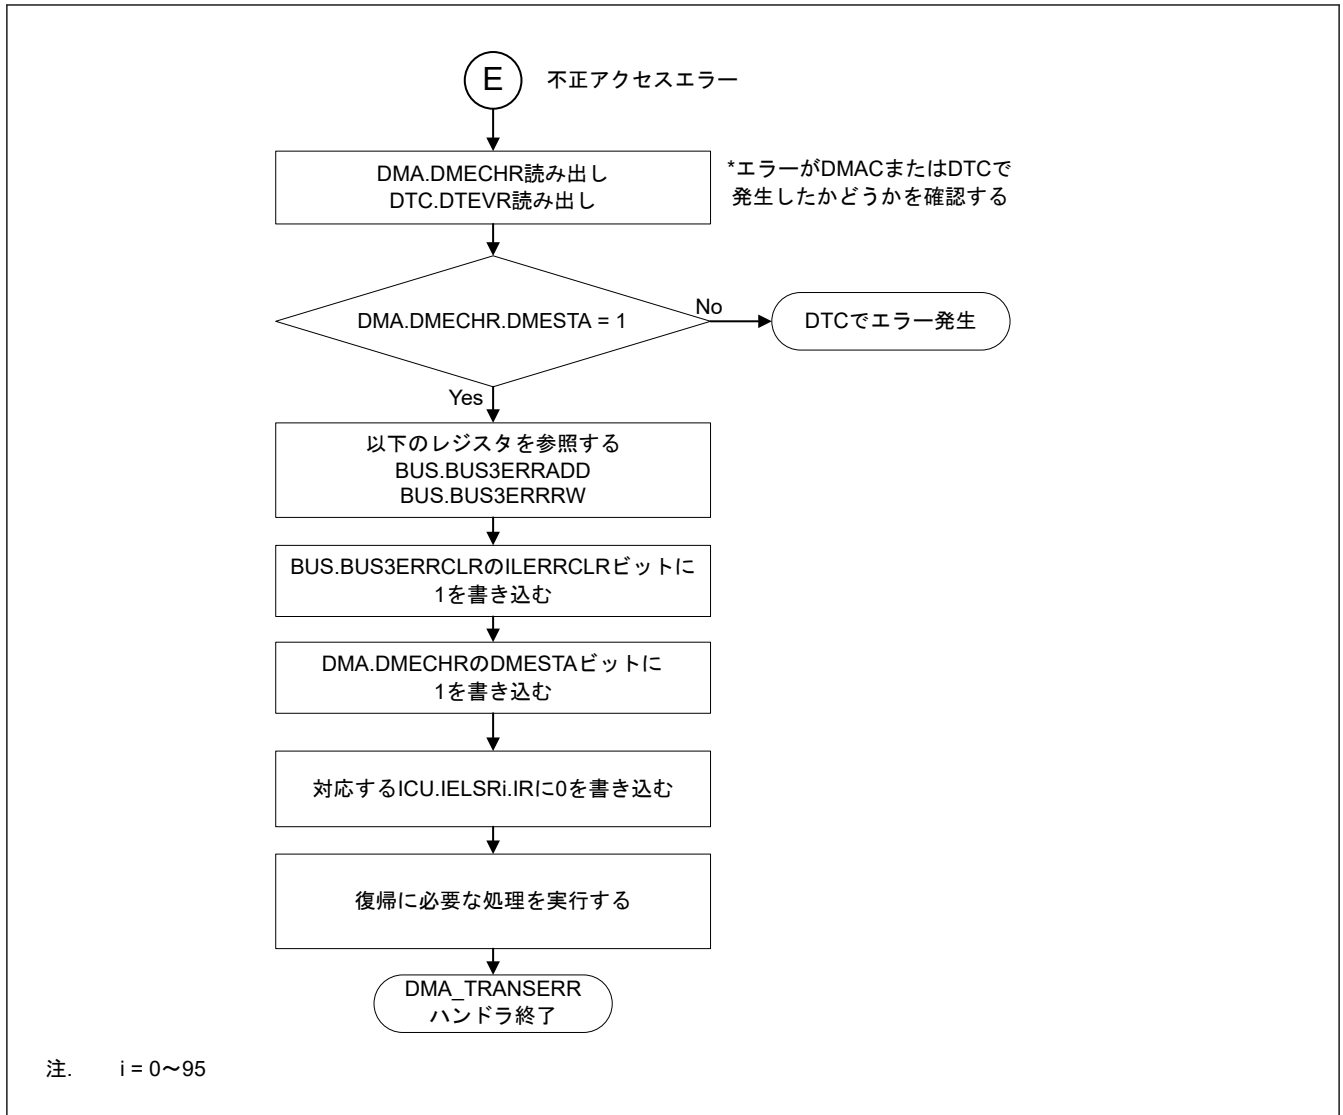

図 15.32 不正アクセスエラーによる DMA\_TRANSERR ハンドラの処理
- 図 15.32 に DMAC の不正アクセスエラーが発生したチャンネルとセキュリティ属性を確認するフローを示します。